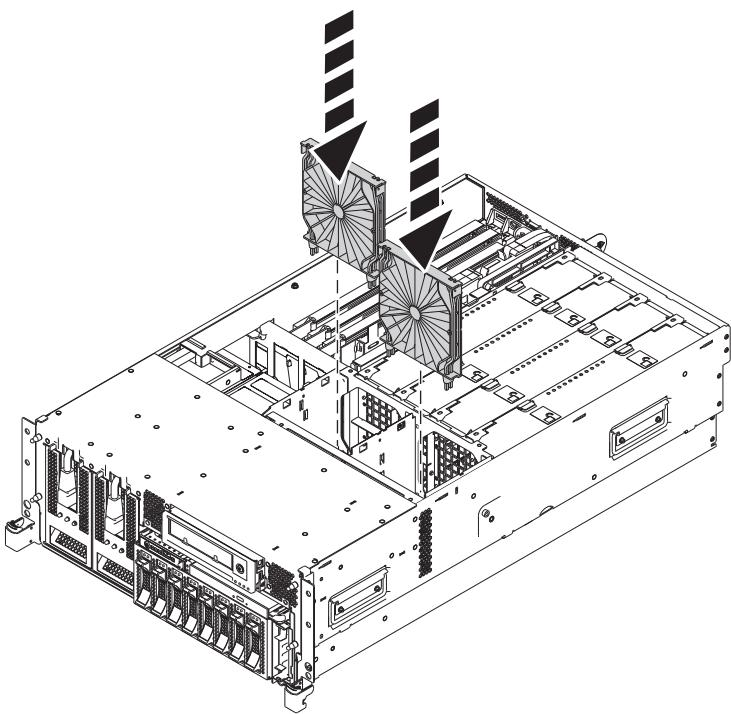

図 16. ファン・ケージへのエア・バッフルの取り付け
- b. エア・バッフルを取り付けるには、16 ページの図 16 に示すように、ファン・ケージ内の位置に挿入し、ロックされるまで押し下げます。